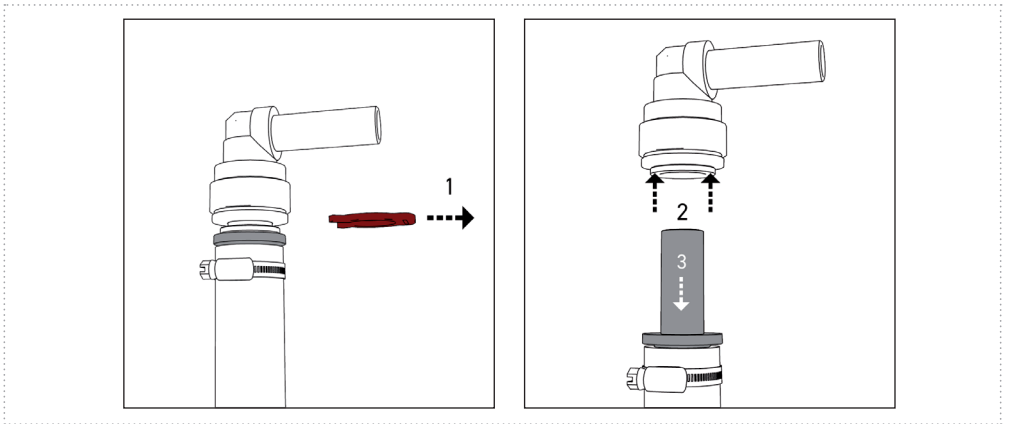

Abbildung: 20
- Entfernen Sie die Wasserleitungen von den Wasseranschlüssen der biolite® (Abbildung 20). Entfernen Sie zuerst den Sicherungs-Ring (1). Das Halteelement mit den Fingern oder unter Zuhilfenahme einer Lösehilfe (z.B. Sicherungs-Ring) zurückdrücken und festhalten (2). Das eingesteckte Rohr/Schlauch kann nun entfernt werden (3).